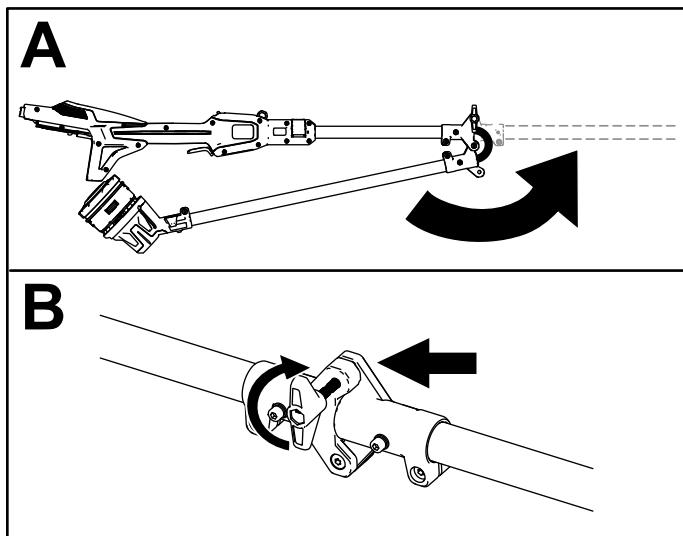

Bild 3
1. Klappen Sie den Stiel auf (A in Bild 3).
2. Sichern Sie die Welle an der Kupplung mit dem Verbindungsknopf (B in Bild 3).